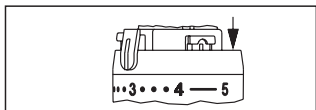

Abb. 9
3. Zur oberen Begrenzung des Einstellbereiches, wird das zweite Element, in die Position eine Nut nach der Merkhzahl „4“ eingesteckt (Abb. 9).